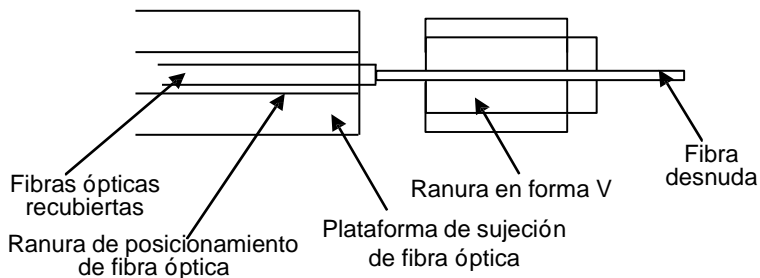

Figura 6-1 Diagrama esquemático de la ranura de posicionamiento izquierda del montaje de fibra óptica izquierda
- a) Abra la cubierta antipolvo y verifique si hay polvo u otra materia extraña (como fibra rota, hilo de algodón, etc.) en la parte de instalación y sujeción de la fibra indicada en la Figura 6-1.
- c) Encienda el interruptor de la fusionadora y luego instale la fibra izquierda y derecha según la Figura 6-1. Al instalar la fibra, coloque la fibra desnuda en la ranura en forma V, presione firmemente la fibra con una placa manteniéndola plana y recta naturalmente. Se requiere que preferiblemente las fibras se vean en la pantalla, pero que no se superpongan, y luego cubra suavemente la cubierta antipolvo.